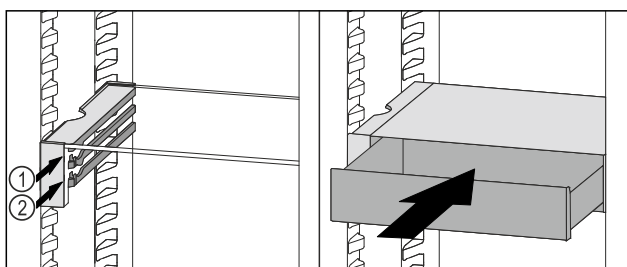

Fig. 201
- Nasadte zásuvku VarioSafe za zarážky na požadovaném žebře Fig. 201 (1) nebo Fig. 201 (2).